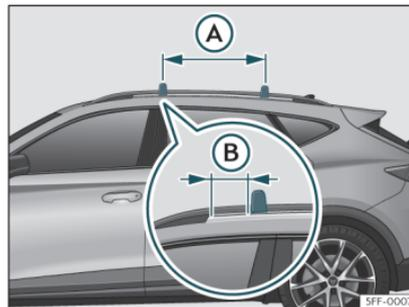

Fig. 117 Points de fixation des barres longitudinales pour la galerie porte-bagages du toit.
Les barres transversales se montent sur les barres latérales du toit. La distance entre les barres transversales »» fig. 117 (A) devra être comprise entre 70 et 90 cm et la distance entre les barres transversales et les supports des barres latérales du toit (B) devra être égale à 15 cm.